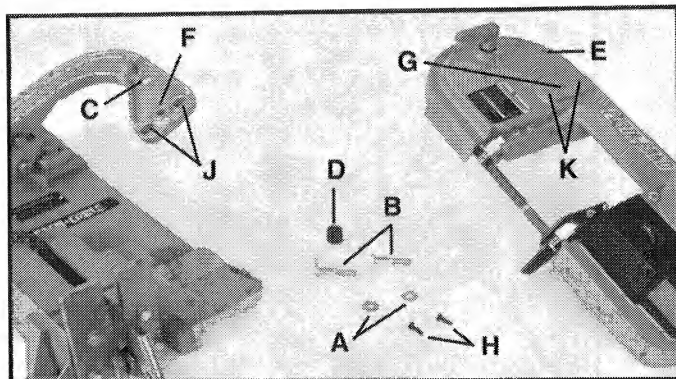

Fig. 7
2. Enfiler une rondelle plate (A), Fig. 7, sur chacun des deux boulons (B).
3. Enfiler un des sous-ensembles boulon – rondelle (de l'étape 2) dans le trou (C) et l'entretoise (D) et le visser dans le trou (E) de la scie à ruban. Serrer le boulon à la main.
4. Enfiler le deuxième sous-ensemble boulon – rondelle dans le trou (F) et le visser dans le trou (G) de la scie à ruban. Serrer le boulon à la main.
5. Enfiler deux vis (H), Fig. 7, (ce sont les deux vis enlevées à l'étape 1) dans les trous (J) et les visser dans les trous (K).